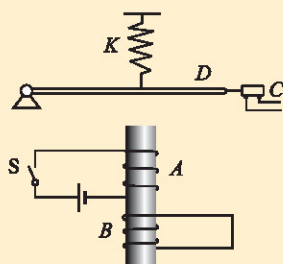

图 1-2-6
3. 图1-2-6为生产中常用的一种延时继电器的示意图. 铁芯上有两个线圈A和B. 线圈A跟电源连接, 线圈B的两端接在一起, 构成一个闭合电路. 在断开开关S的时候, 弹簧K并不能立即将衔铁D拉起, 使触头C立即离开, 而是过一小段时间后触头C才能离开. 延时继电器就是这样得名的. 试说明这种继电器的原理.